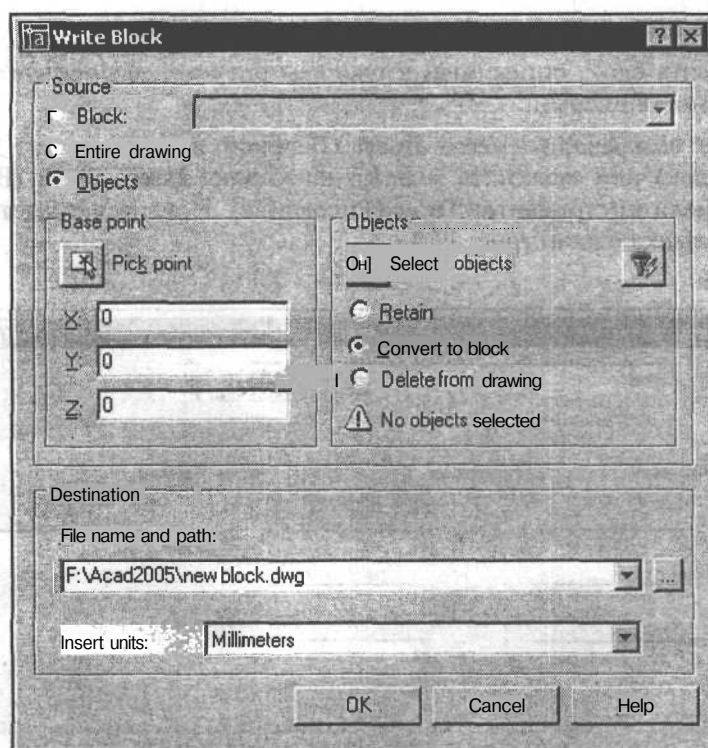

Рис. 17.3. Диалоговое окно для сохранения выбранных объектов чертежа в отдельном файле
1. В командной строке введите команду **WBLOCK** (ПБЛОК) и нажмите клавишу **<Enter>**. Появится диалоговое окно **Write Block** (Запись блока на диск) (рис. 17.3).